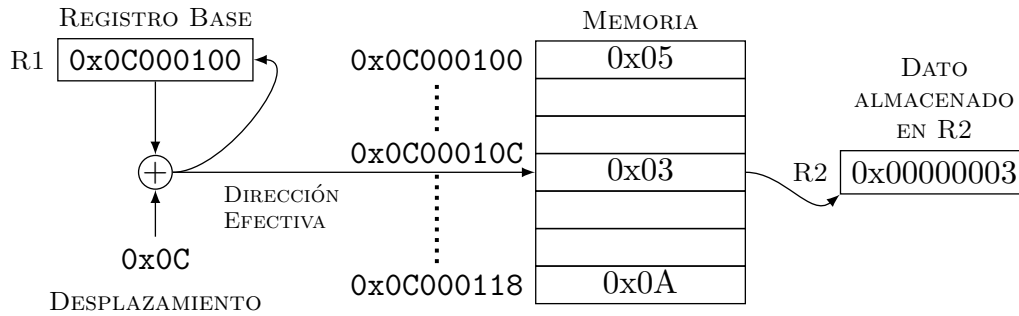

Figura 1.6: Ejemplo de ejecución de la instrucción `ldr r2, [r1, #12]!`.
- Indirecto de registro con desplazamiento inmediato y actualización (preindexado). Como ilustra la Figura 1.6, el desplazamiento se suma o resta al registro base para formar la dirección de memoria y, después, el registro base se actualiza con este resultado (la diferencia en la codificación con el modo anterior está en el signo !). Es muy utilizado para recorridos de arrays.